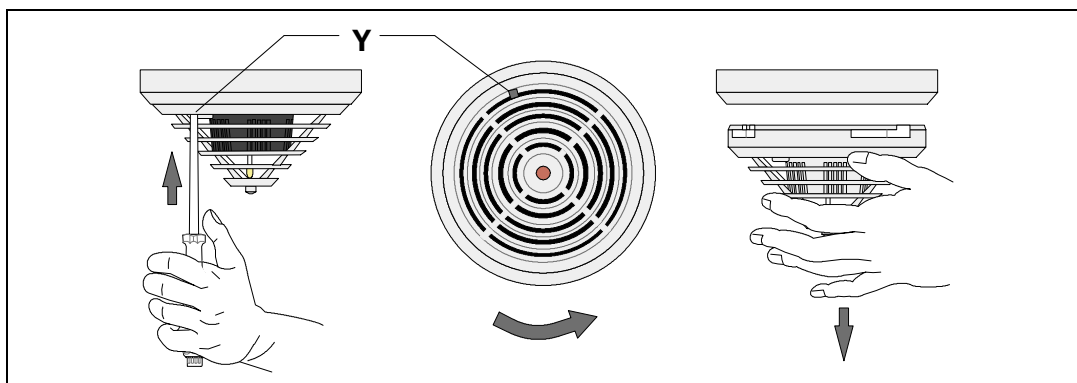

Figura 4.2 Retirar o detector (detector bloqueado)
As cabeças de detector bloqueadas são desmontadas introduzindo uma chave de parafusos na abertura de desbloqueio (Y) de forma a empurrar o pino para cima, girando ao mesmo tempo a cabeça do detector para a esquerda (consulte *Figura 4.2*).